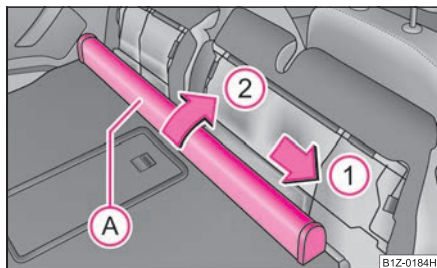

Fig. 89 Asientos traseros: Caja de la red divisoria
- Desplazar la caja de la red de separación A ⇒ fig. 89 en sentido de la flecha 1 y sacarla del alojamiento del respaldo del asiento posterior en sentido de la flecha 2.